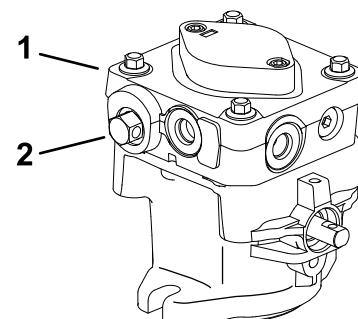

Figura 14
2. Aprite le valvole di bypass girandole in senso antiorario da 1 a 2 giri. Il fluido idraulico bypassa così le pompe, consentendo alle ruote di girare (Figura 14).